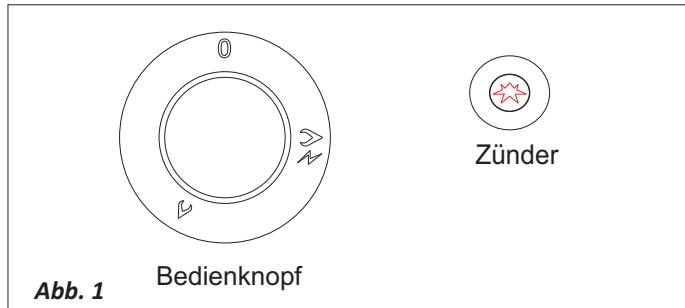

Abb. 1
- Stellen Sie sicher, dass der Bedienknopf in der Position „0“ (s. Abb. 1) steht.